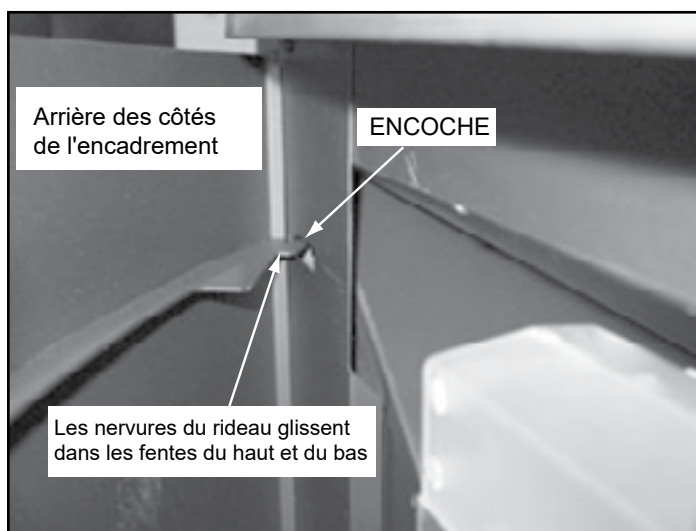

Figure 25.1
- Retirez les écrans verticaux latéraux de droite en haut et en bas en desserrant un écrou de 7/16 pouces à l'arrière et retirez-les de l'appareil. Pour remettre en place l'écran vertical, incurvez-le pour le fixer (**Figure 25.1**).
- Retirez les rideaux latéraux du haut et du bas (**Figure 25.1**). Retirez les rideaux arrière du haut et du bas (**Figure 25.3**).